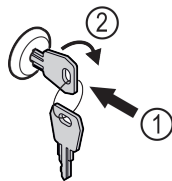

Fig. 120
- ▶ Insérer la clé Fig. 120 (1).
- ▶ Tourner la clé à 90° dans le sens horaire Fig. 120 (2).